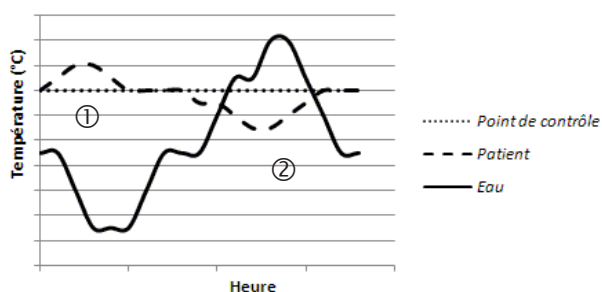

Figure 12—Graphique de fluctuation de la température de l'eau
L'appareil est conçu pour utiliser l'eau pour réchauffer ou rafraîchir le patient selon le *SET POINT* (point de contrôle). Lorsque la température du *PATIENT* est plus élevée que le *SET POINT* (reportez-vous à ① dans la FIGURE 12 ci-dessous), l'appareil réduit automatiquement la température de l'eau pour remettre la température du *PATIENT* au *SET POINT*. De façon similaire, lorsque la température du *PATIENT* est inférieure au *SET POINT* (reportez-vous à ② dans la FIGURE 12 ci-dessous), l'appareil réchauffe automatiquement l'eau pour augmenter la température du patient.